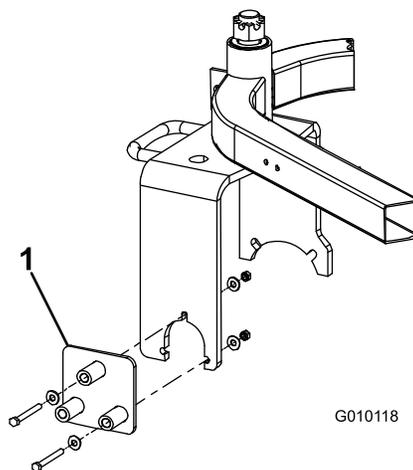

Figura 1
1. Monte la plantilla de perforación en el lado derecho de la horquilla con 2 pernos (5/16 x 3"), 4 arandelas y 4 tuercas (Figura 1).